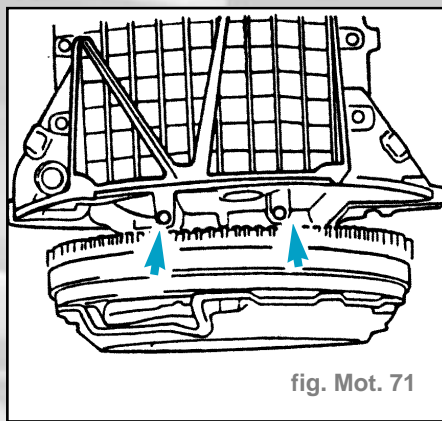

fig. Mot. 71
- Déposer les deux vis du carter d'huile, côté boîte de vitesses (fig. Mot. 71), puis les autres.